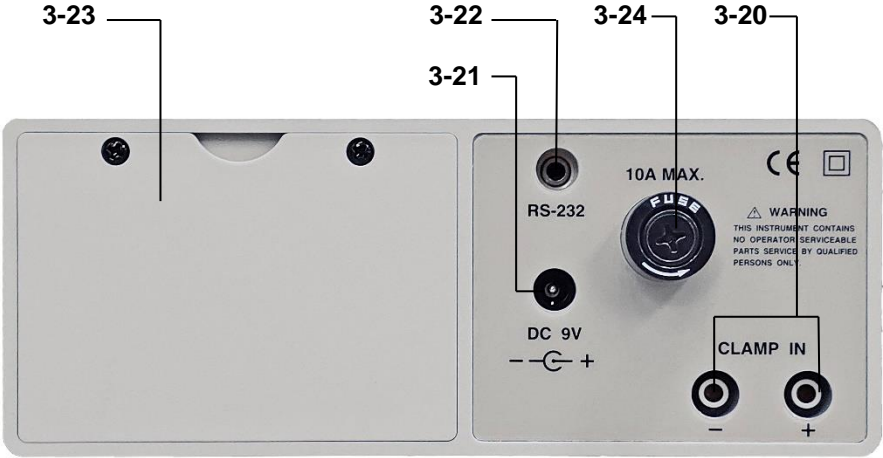

Fig.1
- 1) Placez l'interrupteur marche/arrêt (3-2, fig. 1) sur "On". On = 1, Off = 0
- 2) Appuyez sur l'interrupteur "AC V/A/WATT" (3 - 3, fig. 1).
- 3) Réglez le commutateur "Current In" (3 - 6, fig. 1) sur "DIRECT".
- 4) Ne connectez aucun câble aux bornes d'entrée. Si l'affichage en watts n'indique pas zéro, appuyez une fois sur le bouton "Whr-Zero" (3 - 8, fig. 1).
L'écran LCD (3 - 1, fig. 1) affiche simultanément la puissance, la tension, le courant et le FP (facteur de puissance).
- 8) Appuyez sur le bouton $\cos\phi/PF/Hz$ (3 - 9, fig. 1) pendant la mesure de la puissance. Cela affichera la valeur de la fréquence du réseau au lieu de la valeur PF.
Toutes les procédures de mesure correspondent aux procédures décrites ci-dessus au point "7.1. mesure du courant alternatif (Watt/V/A/PF/Hz)". En appuyant une fois sur la touche "WATT/VA/Whr" (3 - 7, fig. 1), les valeurs VA, tension, courant et Hz sont affichées simultanément.
Toutes les procédures de mesure correspondent aux procédures décrites ci-dessus dans le paragraphe "7 - 1 Mesure du courant alternatif (Watt/V/A/PF/Hz)". En appuyant deux fois sur le bouton "WATT/VA/Whr" (3 - 7, fig. 1), la valeur Whr s'affiche avec le temps écoulé.
Appuyez sur le bouton "Whr Zero" (3 - 8, fig.1) pour remettre à zéro la mesure de la Whr et commencer une nouvelle mesure.
- 1) Mettez l'interrupteur marche/arrêt (3 - 2, fig. 1) sur "On".
- 3) Placez le commutateur "Current In" (3 - 6, fig. 1) sur "DIRECT".
- a. Connectez le câble de test rouge à la prise d'entrée "V/Ohm". (3 - 17, fig. 1) et le câble de test noir avec la prise d'entrée "COM" (3 - 18, fig. 1).
- a. Connectez le câble de test rouge à la prise d'entrée "10 A" (3 - 19, fig. 1) et le câble de test noir à la prise d'entrée "COM" (3 - 18, fig. 1).
- 2) Appuyez sur l'interrupteur "DC V/A" (3 - 4, fig. 1).